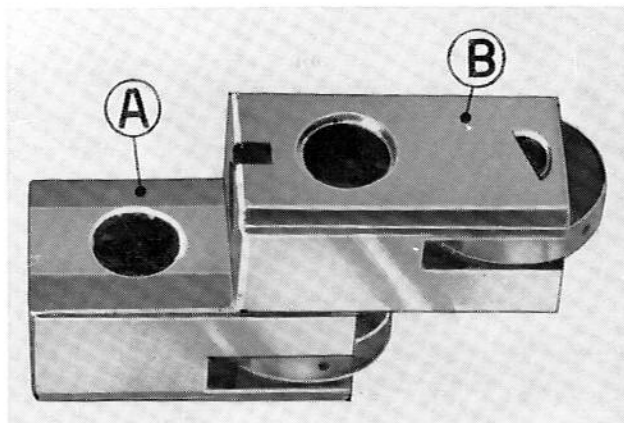

Fig. 66
Monter les poussoirs dans leur logement, plaçant celui d'aspiration (A), ayant une face de glissement, du côté du cylindre et le poussoir d'échappement (B) comme indiqué sur la fig. 66.